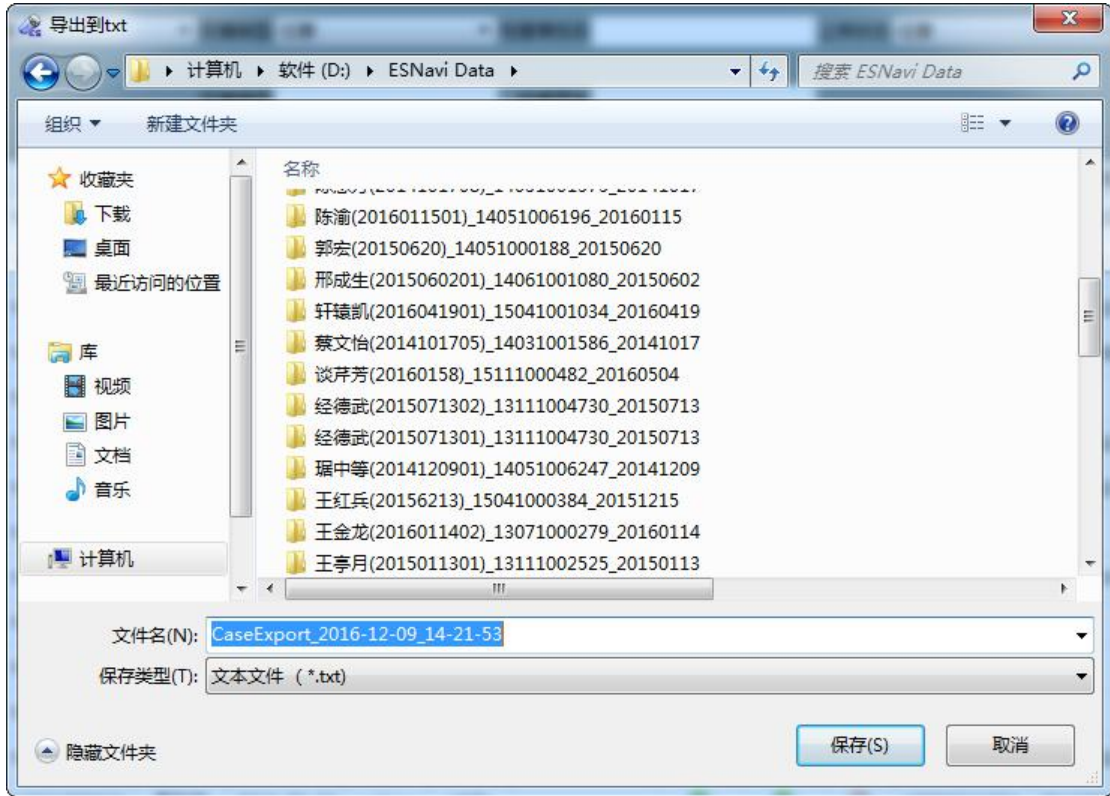

图 4-120 导出 txt 文件保存路径界面
6. “导出为 txt” 功能，点击这个按钮后，系统弹出选择保存路径、文件名称的对话框，如图 4-120 所示：